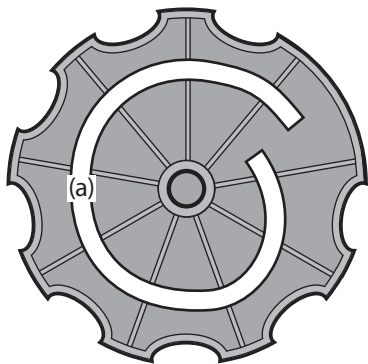

Figure 2-13
10. Faites aligner la fente en forme de spirale (a) sur le côté intérieur du dispositif de réglage avec la goupille. Assurez-vous que la plaque de réglage est bien placée sur le moyeu et le goujon. Voir Figure 2-13.